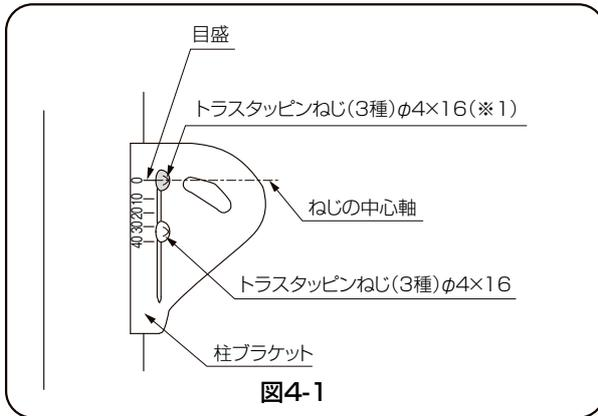

図4-1
- ①図4-1のようにして、柱ブラケットを各柱に、仮止めしてください。
- ②上側のねじ(※1)と目盛0を合わせて、柱ブラケットを固定してください。